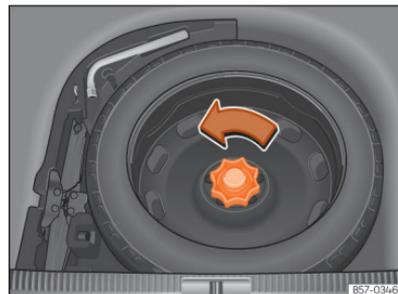

Abb. 214 Im Gepäckraum: hochgeklappter Ladeboden
- Drehen Sie das Rädchen entgegen dem Uhrzeigersinn »» (Abb. 214).